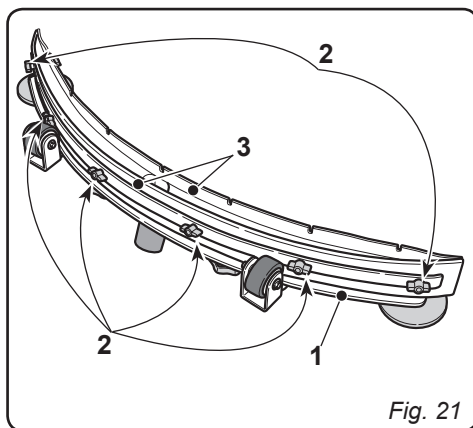

Fig. 21
10.1.f - Sustitución de los cauchos de la escobilla (Fig. 21)